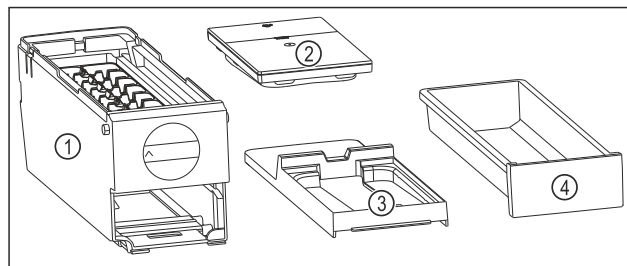

Fig. 156 Componenti dell'EasyTwist-Ice
- L'EasyTwist-Ice è scomposto in quattro parti. (vedere Fig. 156)
- Smontare l'EasyTwist-Ice scomponendo solo gli elementi rappresentati in figura. (vedere Fig. 156)
- Pulire l'intero corpo dell'EasyTwist-Ice Fig. 156 (1).